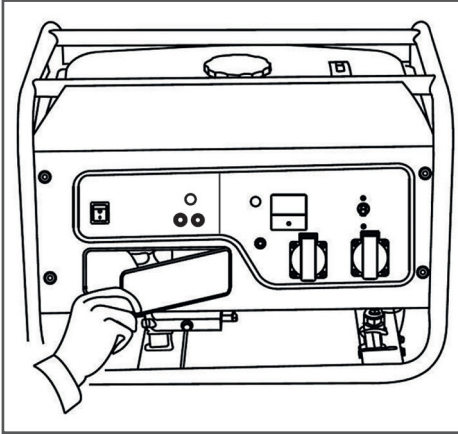

Рис. 6 Съемная крышка на панели управления
2. Снимите крышку на панели управления (Рис. 6).